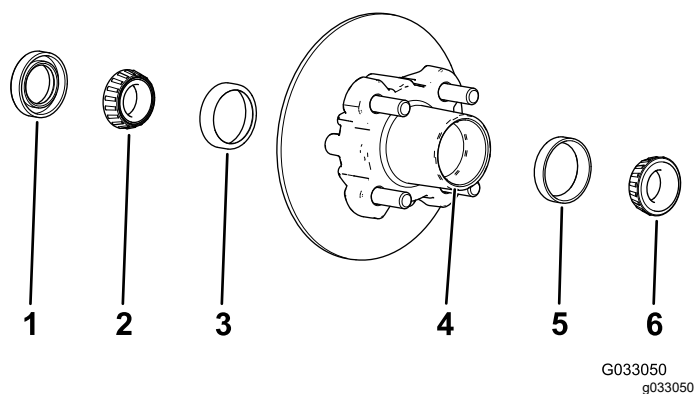

图 36
1. 从轮毂上拆下外置轴承和轴承座圈 图 36。
- 从轮毂上拆下密封件和内置轴承图 36。
- 清除轮毂轴承腔内的所有润滑脂、污垢或碎屑图 36。
注意 清除轮毂轴承腔内的所有润滑脂、污垢或碎屑图 36。
- 向轮毂轴承腔注入 5080% 的指定润滑脂图 36。
- 将内置轴承装入轮毂内侧的座圈上并装上密封件图 36。